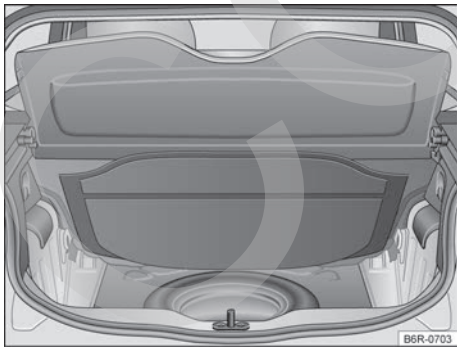

Fig. 111 En el maletero, debajo de la moqueta: rueda de emergencia y herramientas de a bordo.
Las herramientas de a bordo y la rueda de emergencia están ubicadas en el maletero, debajo de la moqueta → fig. 111.
- Levantar el revestimiento del maletero → fig. 111.